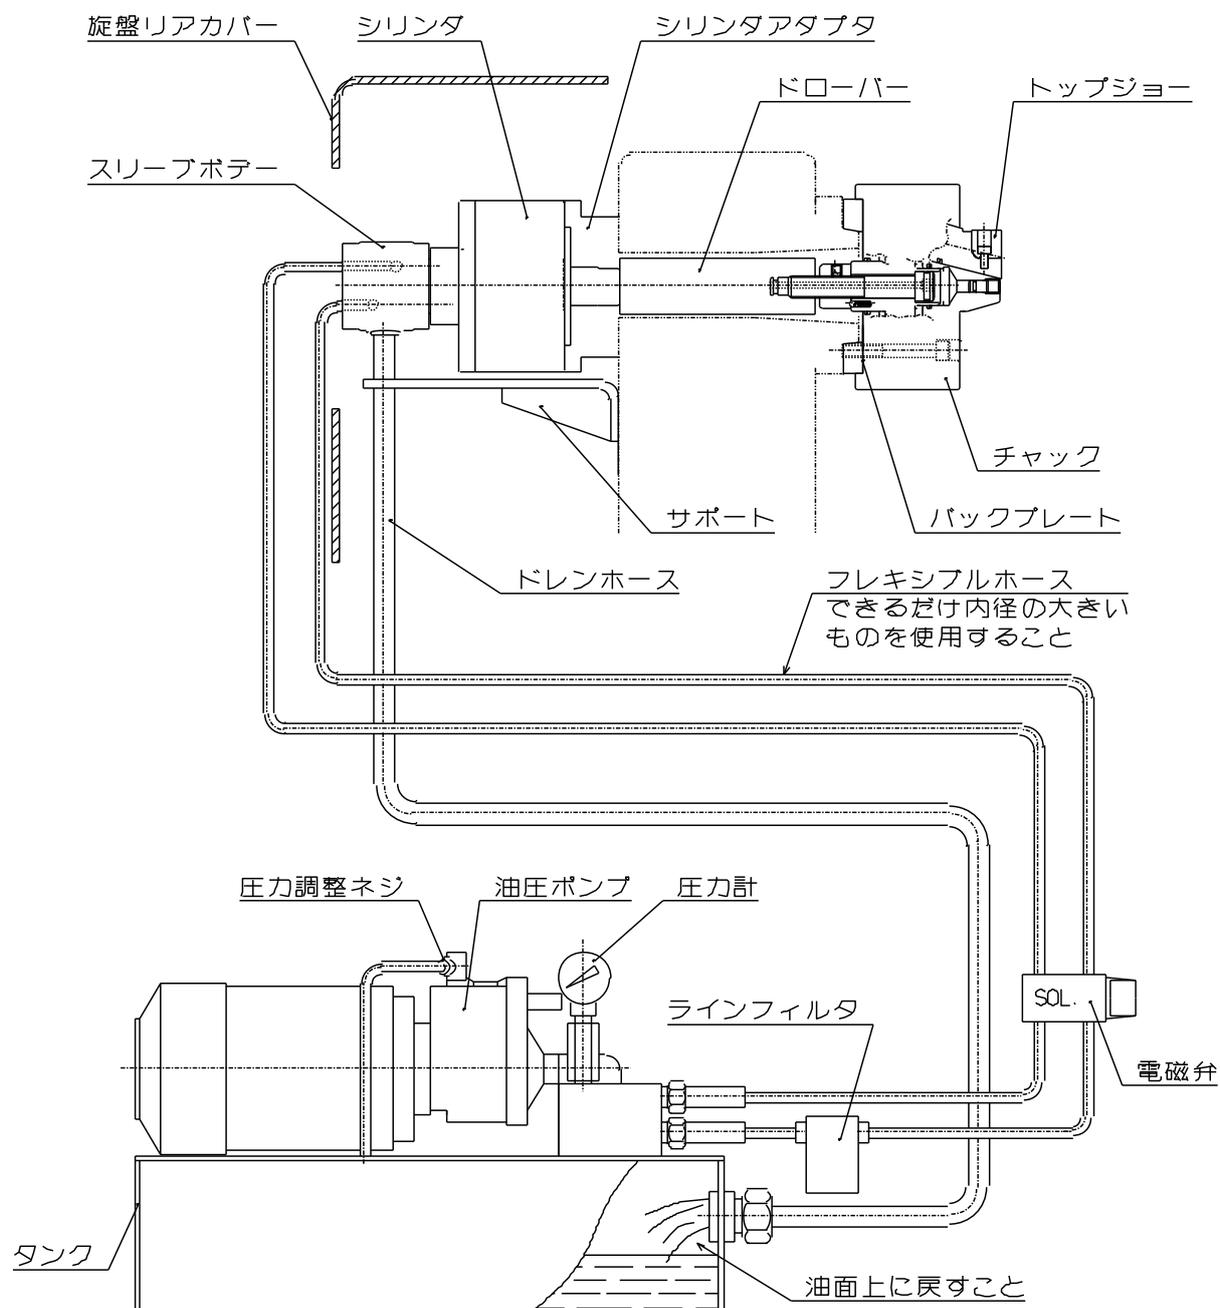

図 9
- ・ ドレンは必ず油圧ユニットの油面上に戻すこと。(図 9 参照)